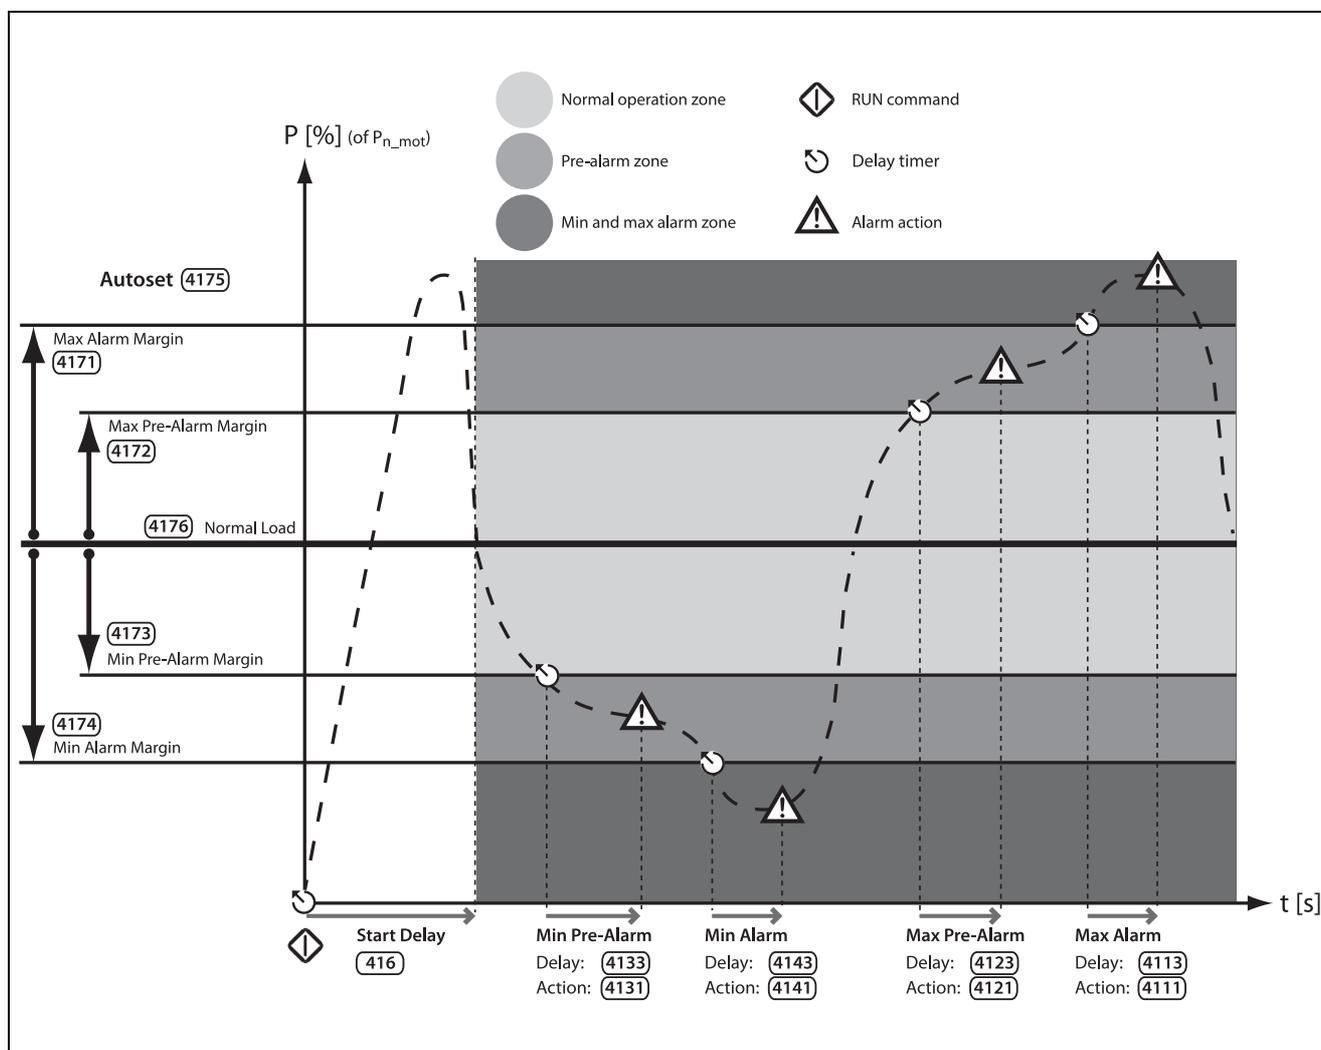

Fig. 41 Marges d'alarme de moniteur de charge paramétrées automatiquement
2. Configuration de « Réarmement », dans laquelle les niveaux d'alarme sont automatiquement réglés en fonction de la « Charge normale » + quatre Marges d'alarme (Fig. 41).
Voir Fig. 41. La manière la plus rapide d'adapter le moniteur aux différents états de charge est d'utiliser la fonction « Autoparam. », qui applique automatiquement quatre « Marges d'alarme » à un niveau enregistré de « Charge normale » pendant que le moteur est en marche. Les marges d'alarme sont réglées comme étant un pourcentage ajouté ou soustrait de la Charge normale, qui correspond à la puissance mécanique à l'arbre dans des conditions normales d'opération. Voir les calculs au Tableau 28, page 112. La Charge normale est exprimée comme un pourcentage de la puissance nominale du moteur (c'est-à-dire qu'une charge normale de 100 % est égale à la puissance moteur définie dans le menu [223]).